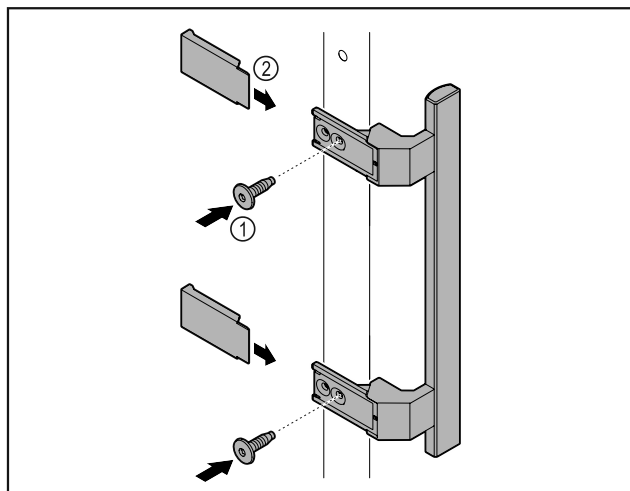

Fig. 58
- ▶ Griff aus dem Beipack mit den beiliegenden Schrauben Fig. 58 (1) an der Tür anbringen.
- ▶ Abdeckung Fig. 58 (2) aufsetzen.